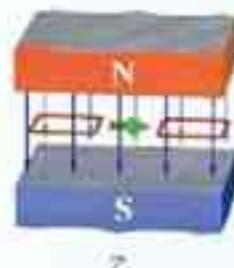

图4.2-8 闭合线框中是否产生感应电流？
- 图4.2-8所示的匀强磁场中有一个矩形闭合导线框。在下列几种情况下，线框中是否产生感应电流？